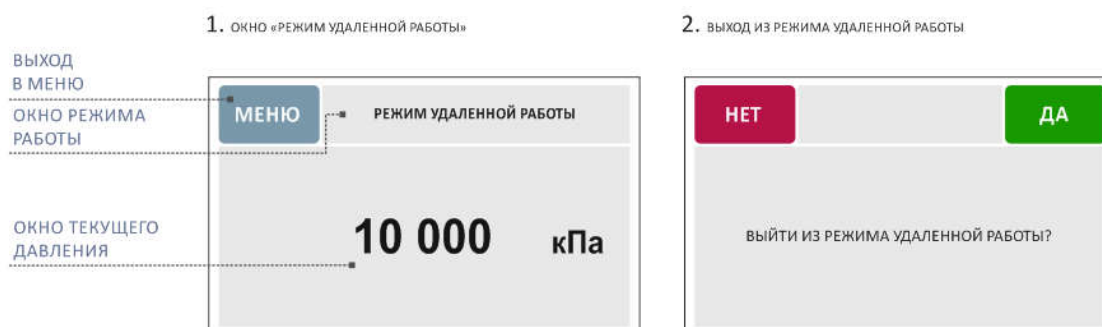

Рисунок 1. Общий вид главного экрана
При нажатии кнопки МЕНЮ (рис. 1) прибор должен выдать предупреждение (рис.2), что произойдет выход из режима удаленной работы. При подтверждении прибор должен выйти в главное меню, при отмене обратно в окно удаленной работы (рис.1).
- кнопка "ВЕНТ." осуществляет сброс давления до нуля в рабочем режиме, активна в состоянии "ОЖИДАНИЕ", "РЕГУЛИРОВАНИЕ", "ПРЕДВАРИТЕЛЬНОЕ ЗАПОЛНЕНИЕ", после нажатия кнопки окно имеет вид, указанный на рис.4, по окончании вентиляции прибор переходит в состояние "ОЖИДАНИЕ" (рис.1);